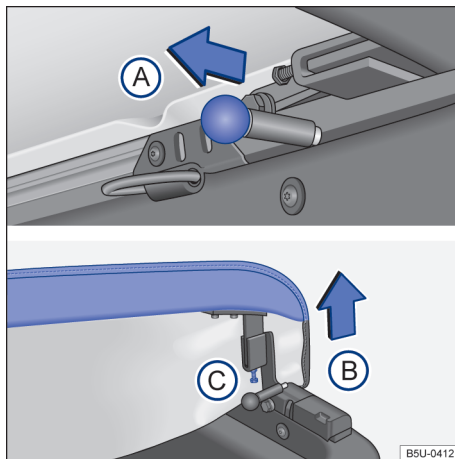
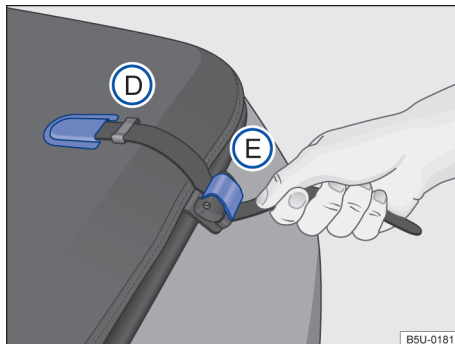

Fig. 48 Trabas y tornillo de ajuste del estiramiento de la capota marítima.
Fig. 49 Fijación de la capota marítima.
- Desplazar el perno de bloqueo → fig. 48 (A) en el sentido de la flecha, en ambos lados, simultáneamente. ▶
- Levantar el extremo de la capota en el sentido de la flecha (B).
- Para ajustar el estiramiento, soltar la tuerca y apretar el tornillo o soltar el tornillo (C), hasta alcanzar el estiramiento deseado.
- Desplazar el perno de bloqueo → fig. 48 (A) en el sentido de la flecha, en ambos lados, simultáneamente.
- Retirar el extremo de la cinta de alojamiento → fig. 49 (D), en los laterales de la capota marítima, y forzar la cinta hacia abajo, para desbloquear la traba (E).
- Insertar el extremo de las cintas en el alojamiento (D), para facilitar el recogimiento de la capota marítima.